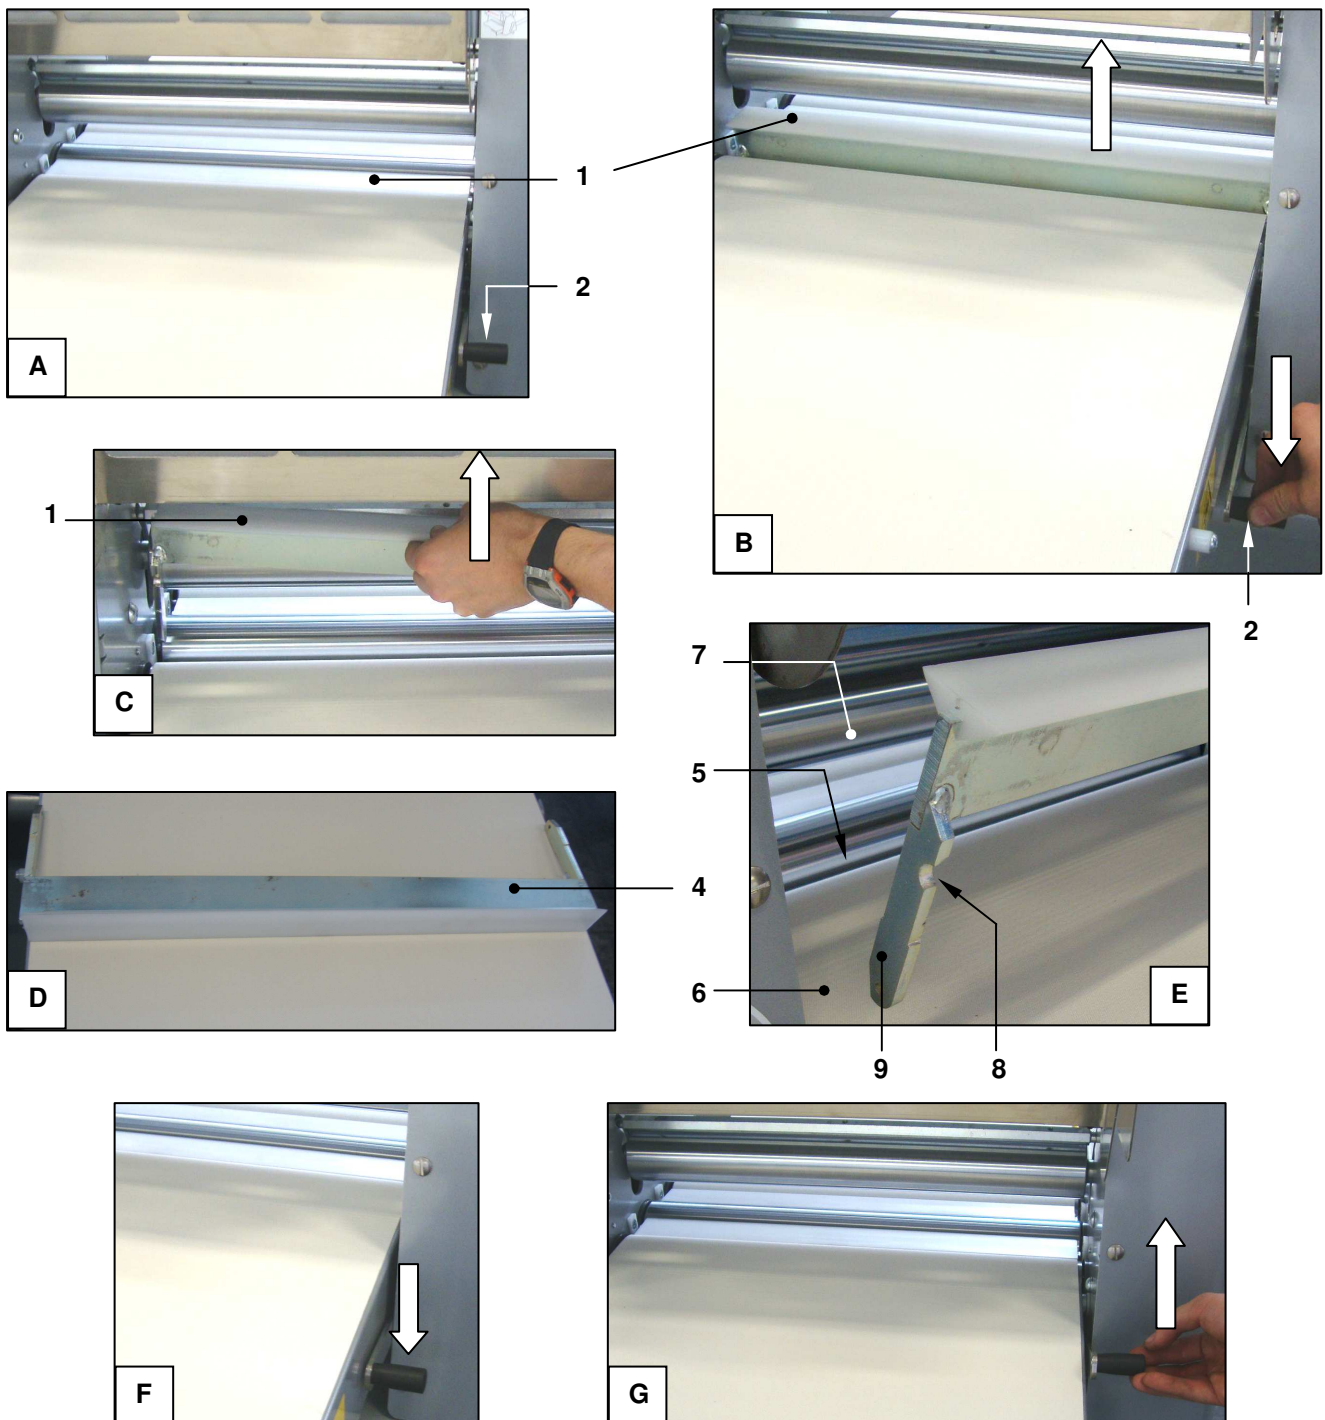

Рис. 35 - Модели SF500: Снятие/установка скребков нижнего раскаточного валка
См. Рис. 35. Для снятия скребка(1) полностью опустите рычаг (2) (фото А - В). Скребок отсоединится от стола и раскаточного валка, и его можно будет вытянуть вверх (фото С-Д).